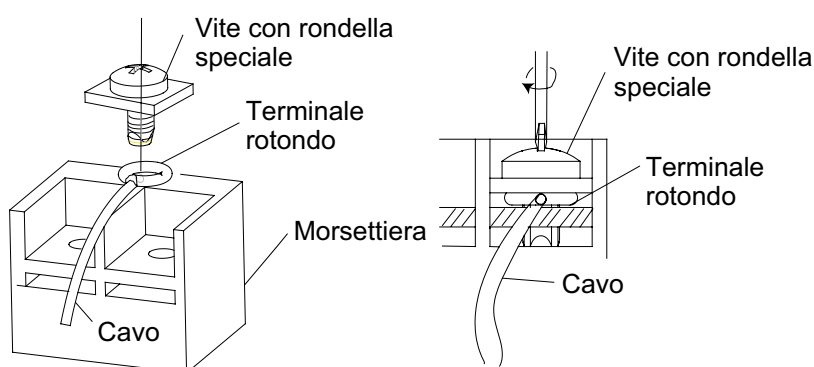

Fig.37
- 4). Posizionare il cavo con il terminale rotondo e riavvitare la vite con un cacciavite (Fig.37).